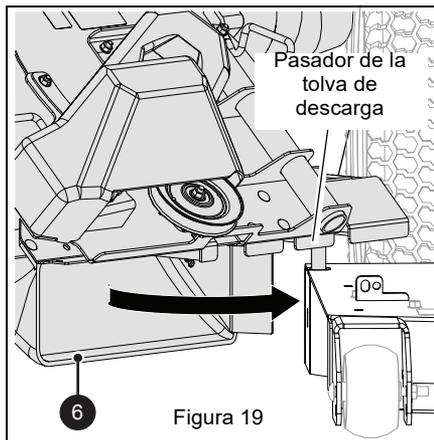

Figura 19
7. Introduzca el pasador de la tolva de descarga por el orificio de montaje y coloque el soplador (pieza 6) en la apertura de la tolva. Consulte Figura 19.